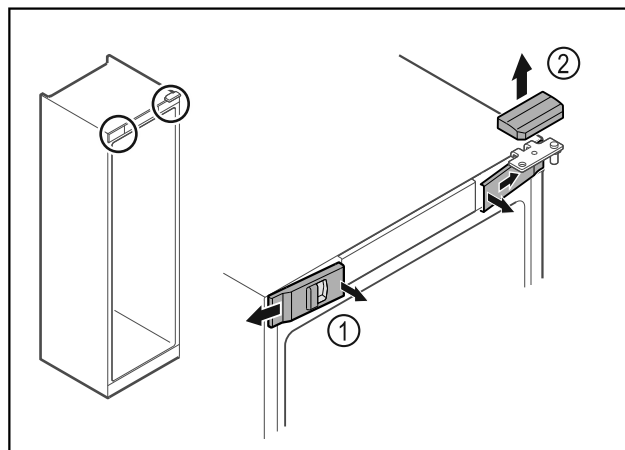

Fig. 16
- Klik de forreste indvendige afdækninger Fig. 16 (1) ud, og tag dem af i siden.
- Tag den øverste afdækning Fig. 16 (2) af opefter.